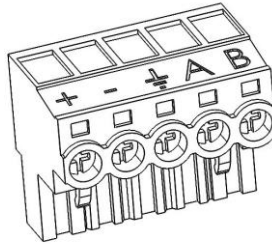

Рис. 20 – Відповідна частина роз'єму для під'єднання ліній зв'язку та живлення рівнеміра
- Завести провідники лінії зв'язку у отвори відповідної частини роз'єму, забезпечуючи надійний контакт затискними гвинтами. Переконайтеся у наявності заземлювального провідника в центральному гнізді частини роз'єму (контакт 3) - див. Рис. 20.